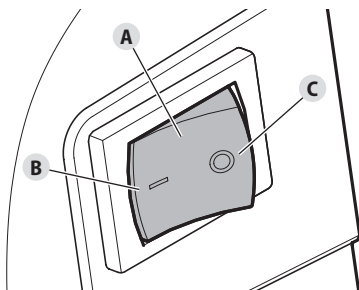

Fig. 11
NOTA: No es necesario encender la unidad. El interruptor de encendido/apagado (Fig. 11-A) está en la posición **Encendido (I)** (Fig. 11-B) en todo momento.
- Oprima y mantenga apretado el interruptor de encendido/apagado (Fig. 11-A) en la posición **Apagado (O)** (Fig. 11-C) hasta que el motor se pare por completo.